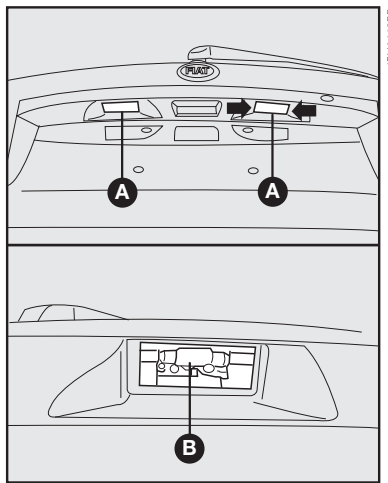

fig. 23
LUZ DE PLACA - fig. 23
1) retirar os refletores **A-fig. 23** utilizando uma chave de fenda nos pontos indicados pelas setas;
2) retirar a lâmpada **B-fig. 23** e substituí-la.